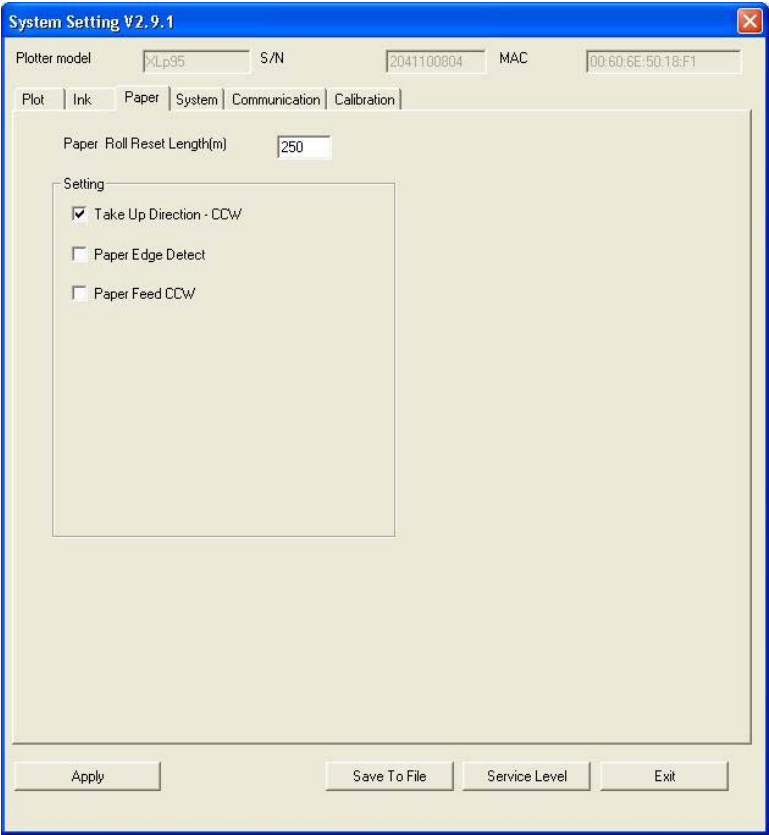

图 36. 系统设定窗口，纸张设置
3. 在电脑上，点击**任务栏**中**状态区域**的 **XLp** 界面标志，选择 **Plot Files** (图 36) 。